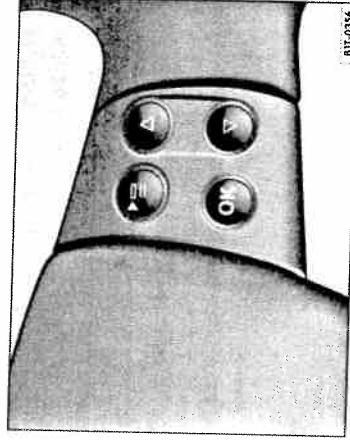

Fig. 11 Volanul multifuncțional: Partea dreaptă.
După câteva secunde sau la pornirea motorului, anunțul dispare. Puteți comuta pe afășajul normal și apăsând pe tasta ① a afășajului multifuncțional din maneta ștergătoarelor de parbriz => pagina 16, fig. 10" ④, resp. de pe volanul multifuncțional⁵⁾ => pagina 17, fig. 11".
Atât timp cât pe display-ul tabloului de instrumente este afișată o avertizare de prioritate 1, nu se pot apăla meniurile ⇒ pagina 19. Pentru a putea afișa meniurile, confirmați mesajele de avertizare cu tasta din maneta ștergătoarelor ⇒ pagina 16, fig. 10⁶⁾ sau de pe volanul multifuncțional⁶⁾ ⇒ pagina 17, fig. 11⁶⁾.
- Apăsăți tasta (OK) ⇒ fig. 11.